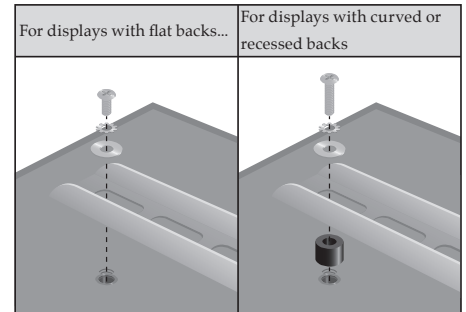

Fig. 3- Use a longer bolt and spacer for displays with curved or recessed backs. Do not use the M6 Washer (O) if you are using the M8 Bolts (J or K).
Fig. 3 – Utilice un perno más largo y un separador para pantallas con superficies posteriores curvas o en relieve. No utilice la Arandela M6 (O) si está usando Pernos M8 (J o K).